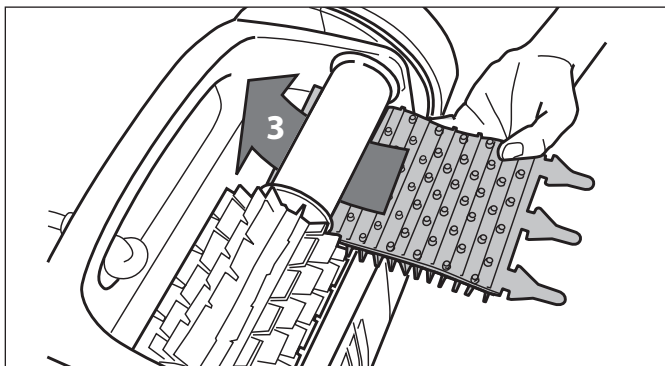

Figure 30. Installer les nouvelles brosses
3. Pour installer une nouvelle brosse, placer la nouvelle brosse sur le rouleau avec les pointes vers le bas. Se référer à la Figure 30.